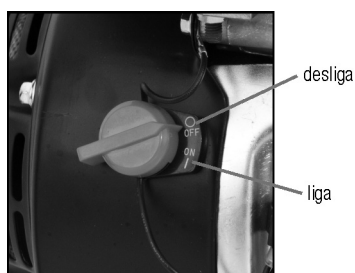

Fig. 21 – Chave geral
- g. Coloque a chave geral na posição ON (ligado) (fig. 21).